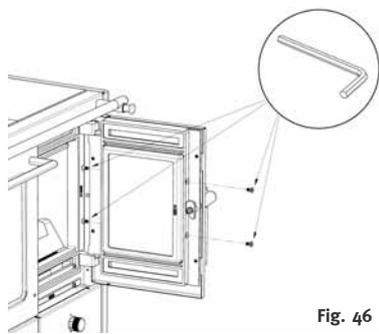

Fig. 46
- Svitare le 4 viti a testa esagonale (fig. 46).